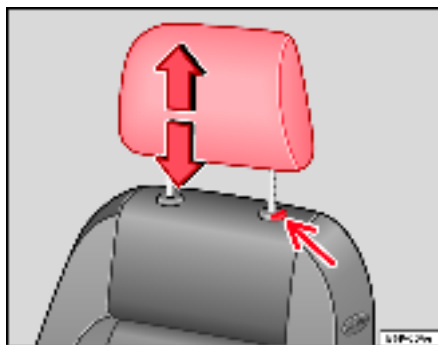

Fig. 93 Réglage ou dépose de l'appuie-tête
- Appuyez sur le bouton ⇒ fig. 93 (flèche).